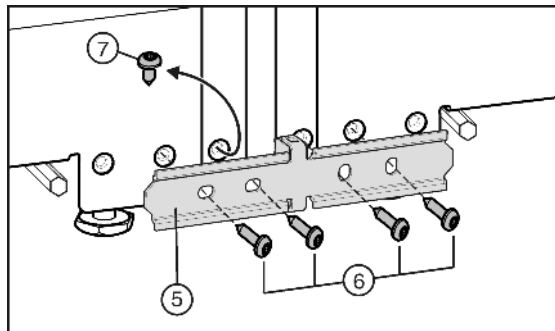

Fig. 6
- Se l'apparecchio è stato fornito con la vite premontata Fig. 6 (7): Svitare la vite.
- Fissare la lamiera di collegamento Fig. 6 (5) leggermente ad un apparecchio con due viti Fig. 6 (6).